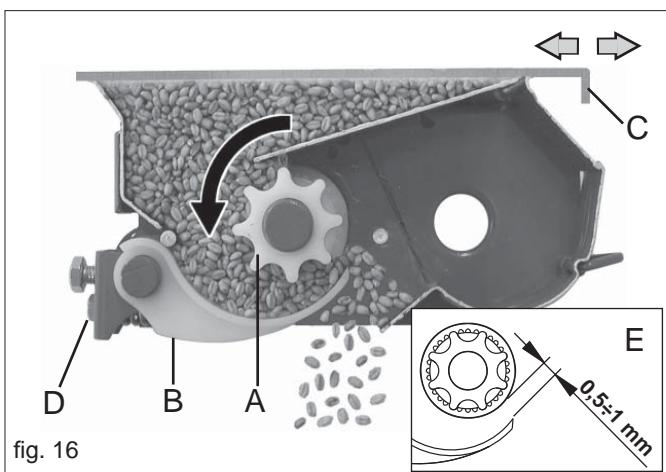

fig. 16
Los palpadores (**B** Fig. 16) correctamente colocados aseguran una distribución fácil y constante de las semillas.
- 3) por medio del tornillo (**D**), regule la distancia entre el palpador y el rodillo distribuidor a $0,5 \div 1 \text{ mm}$ (**E** Fig. 16).